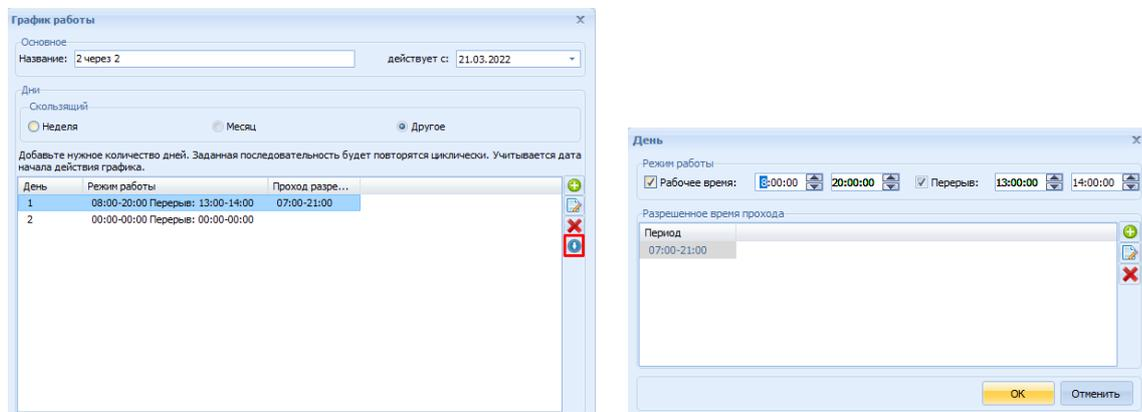

Рисунок 25.20 – Добавили первый день в график
- добавить два дня с одинаковыми значениями. Можно настроить только первый день, а второй день заполнить значениями первого дня, нажав кнопку  (рисунок 25.20)